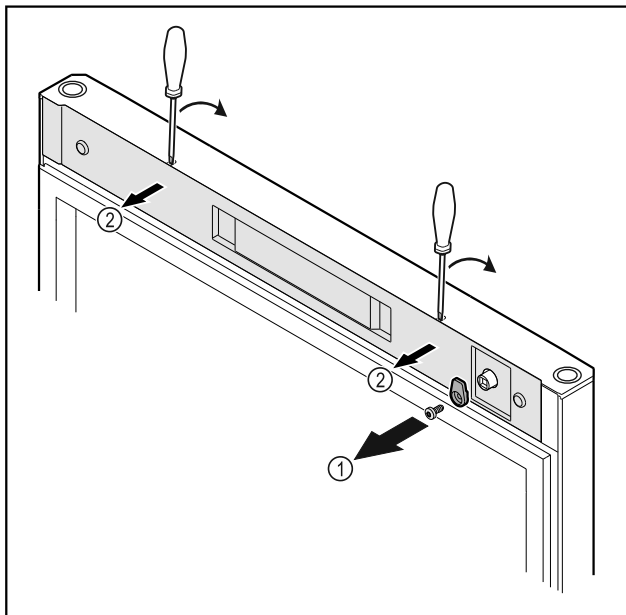

Fig. 20
- Skru av lukketappen Fig. 20 (1).
- Vipp dekselet Fig. 20 (2) ut av stilling med en liten skruetrekker, og ta det av.